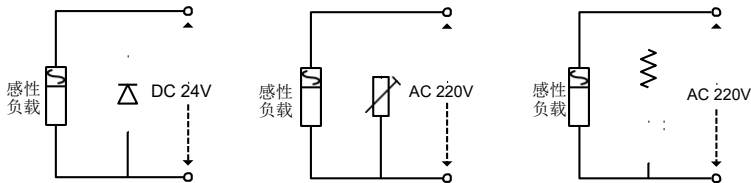

图 3-5 感性负载浪涌抑制器的应用
- ◆ 变频器连接感性负载设备时（电磁接触器、继电器、电磁阀等），请务必在该负载设备线圈上使用浪涌抑制器，如图 3-5 所示。